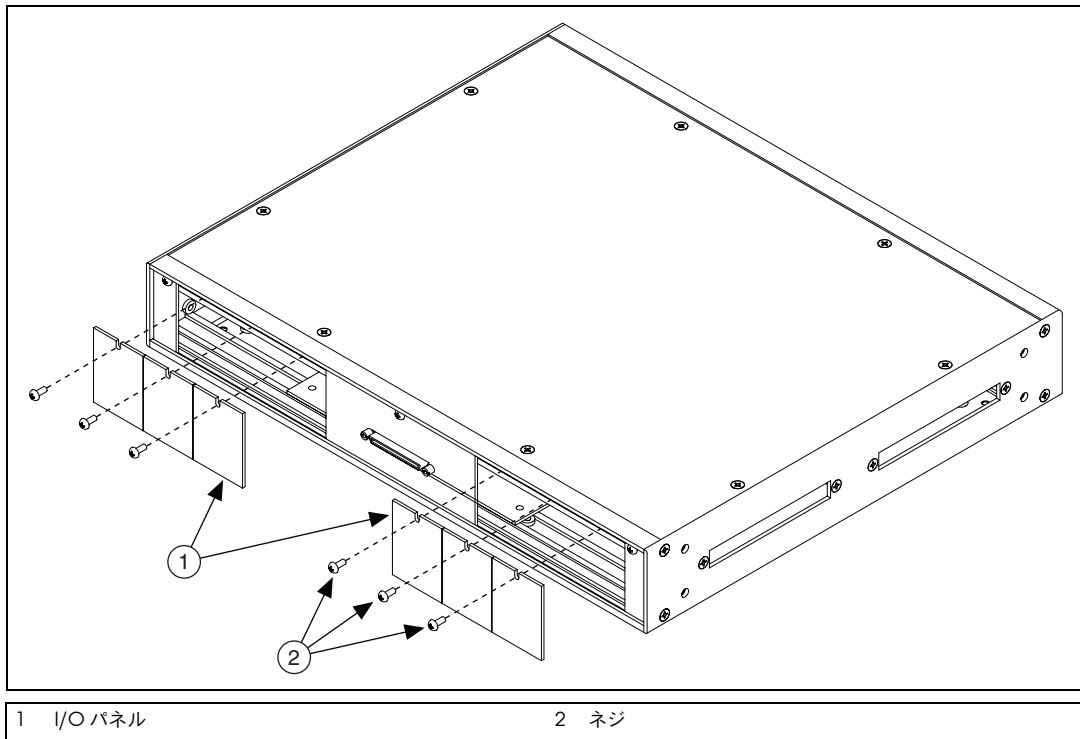

図 13 I/O パネルカバーの取り付け
12. 図 13 に示すとおり、I/O パネルを未使用パネルの開口部に取り付けます。以下の図ではパネルカバーを取り付けていますが、他のさまざまなタイプの I/O パネルを NI から購入して取り付けることもできます。他の I/O パネルの詳細については、ni.com/jp にアクセスして「I/O コネクタパネル」で検索してください。